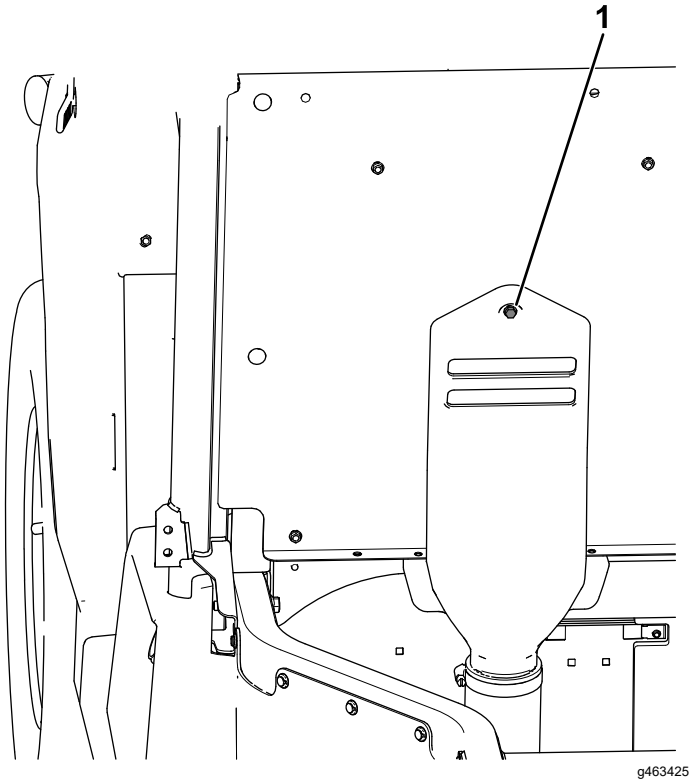

Figura 28
- F. Inserte el perno cautivo conectado a la campana de admisión de la CVT en el taladro que se muestra en el panel de los asientos (Figura 28).